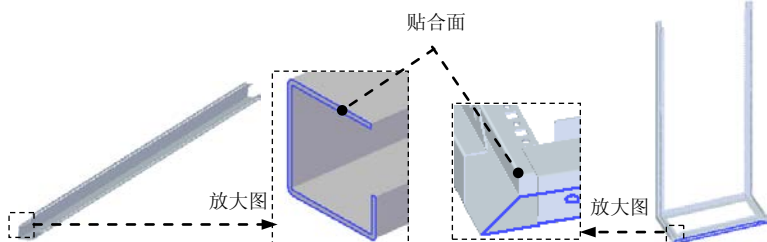

图 8.13.320 贴合面
(1) 单击“相关”区域中的命令, 选取图 8.13.320 所示的两个钣金件上要配合的面。